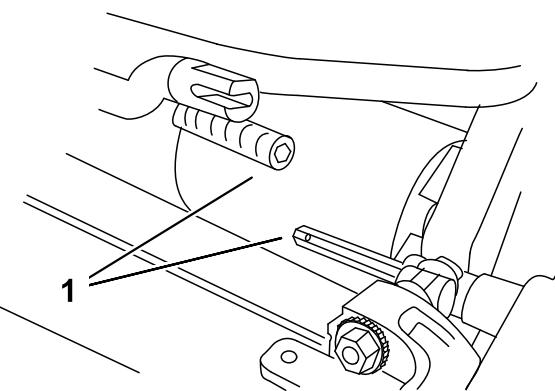

Figura 4
- Empurre a unidade de corte para baixo da unidade de tracção e para a esquerda para engatar a união da transmissão (Figura 4).